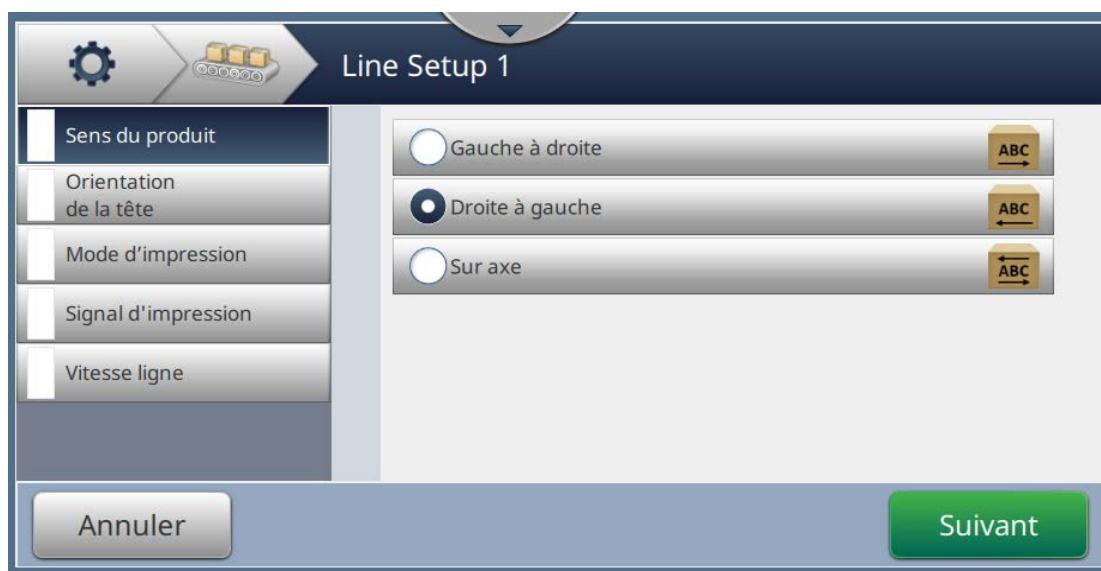

Figure 6-28 : Paramètres de configuration de ligne
4. Pour configurer la configuration de ligne, suivez les étapes pour parcourir chaque paramètre et sélectionnez l'option souhaitée comme illustré dans Figure 6-28.
1. Appuyez sur l'option *Sens du produit* dans l'écran des paramètres de configuration de ligne comme illustré dans Figure 6-28.